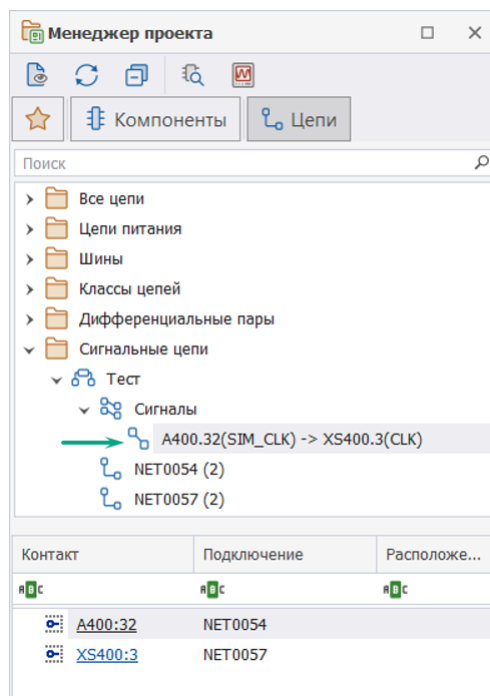

Рис. 142 Отображение сигналов в панели «Менеджер проекта»
8. Созданный сигнал или созданные сигналы будут отображаться в составе сигнальной цепи в панели «Менеджер проекта» → «Цепи» → «Сигнальные цепи» → «Сигналы», см. Рис. 142.